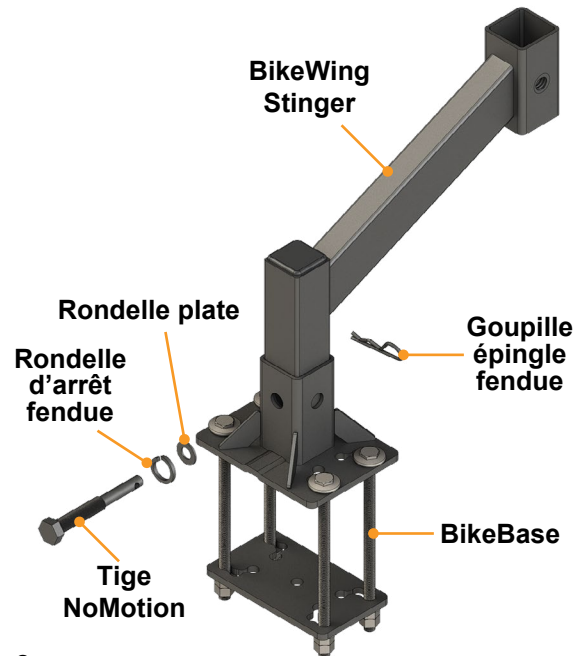
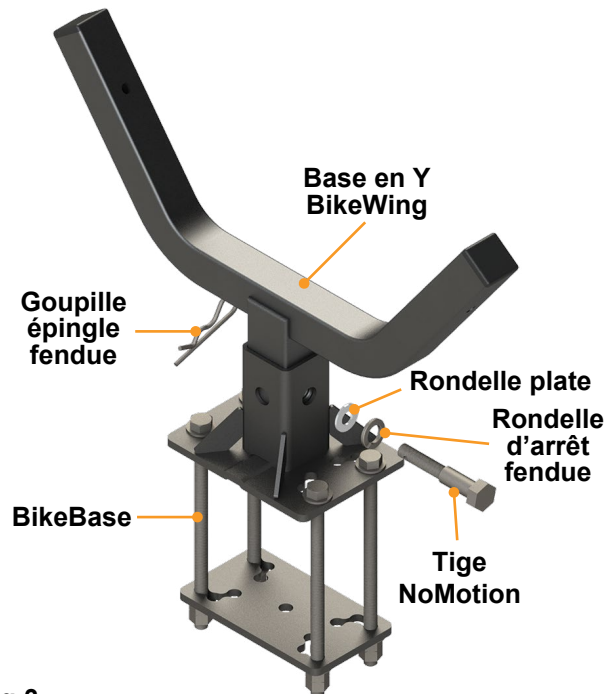

Fig.2
Fig.3
1. Fixer le BikeWing Stinger (**Fig. 2**) ou la base en Y du BikeWing (**Fig. 3**) dans le tube receveur du BikeBase avec une tige NoMotion et des rondelles. Installer d'abord la rondelle d'arrêt fendue, puis la rondelle plate sur la tige NoMotion.